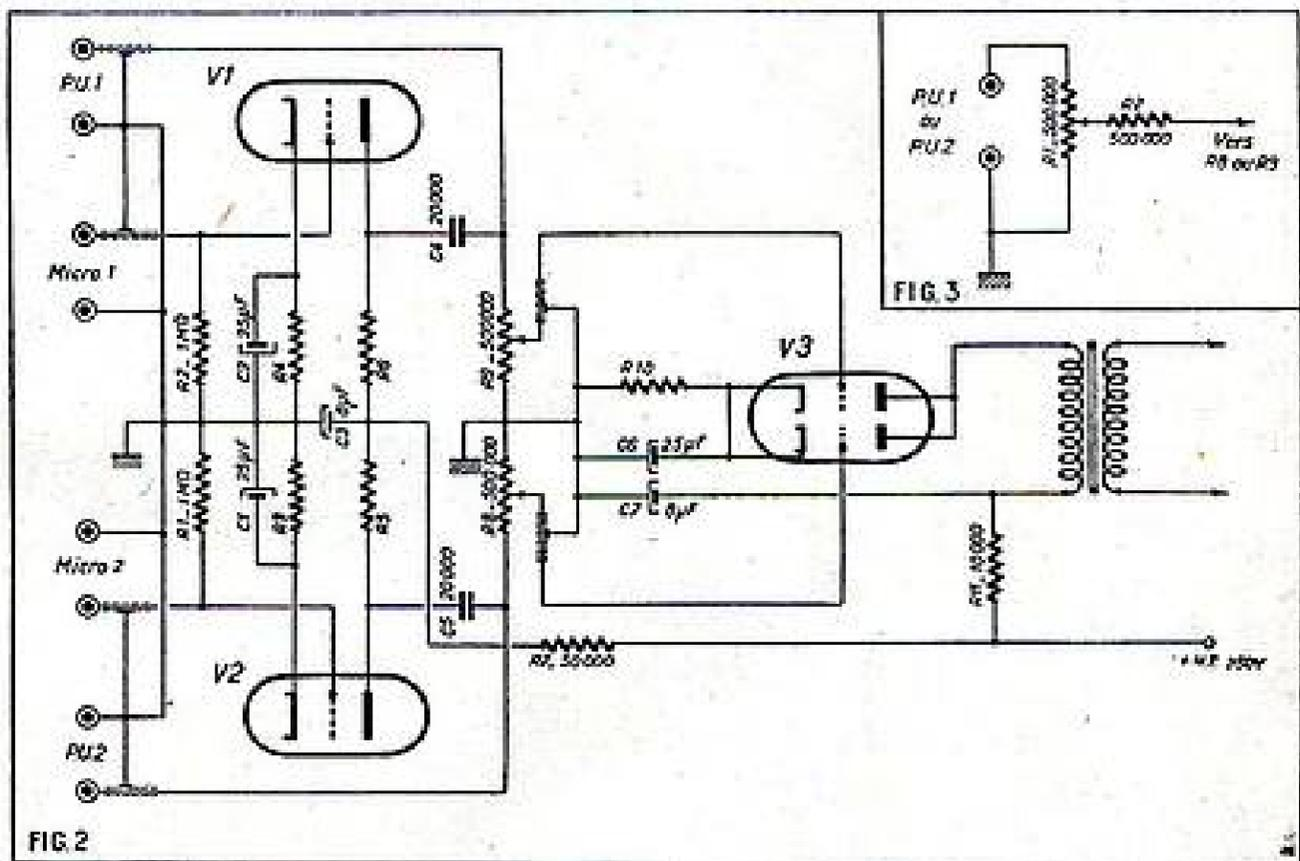

FIG. 2
Le schéma de la figure 2 peut être réalisé avec différentes lampes et le tableau suivant nous indique la valeur à donner aux résistances  $R_3$ ,  $R_4$ ,  $R_5$ ,  $R_6$ , et  $R_7$ , suivant le tube employé.
6AQ5, 6L6, EL41 ou EL84, soit un étage push-pull, si l'on désire une puissance plus grande. Dans ce dernier cas, un étage diphasé devient évidemment nécessaire. Le deuxième schéma, celui de la figure 2,
Le schéma de la figure 2 est établi avec sortie vers l'étage suivant par transformateur (T), ce qui permet, notamment, d'attaquer un étage final push-pull sans avoir recours à une lampe de déphasage. Mais il est évident qu'il est également possible d'adopter une liaison par résistances-capacité, comme pour le tube  $V_3$  de la figure 1. Dans ce dernier cas, la résistance  $R_6$  et le condensateur  $C_6$  (fig. 2) subsisteront, mais il sera prévu une résis-